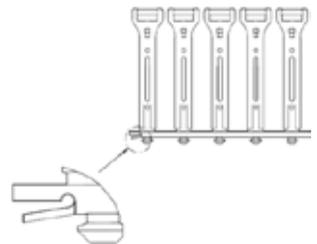

Fig.8
- Para montar y / o separar los "fingers", basta presionar los "snaps" de las extremidades.(Fig.8)